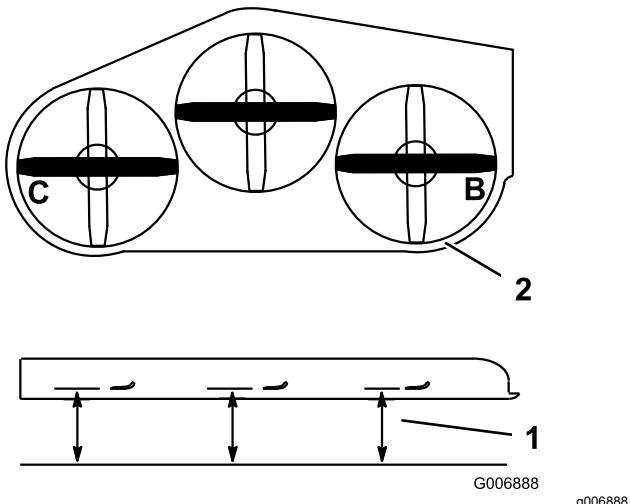

Bild 94
4. Messen Sie von einer ebenen Fläche bis zu den Stellen **B** und **C** an den Schnittkanten der Messerspitzen (Bild 94).